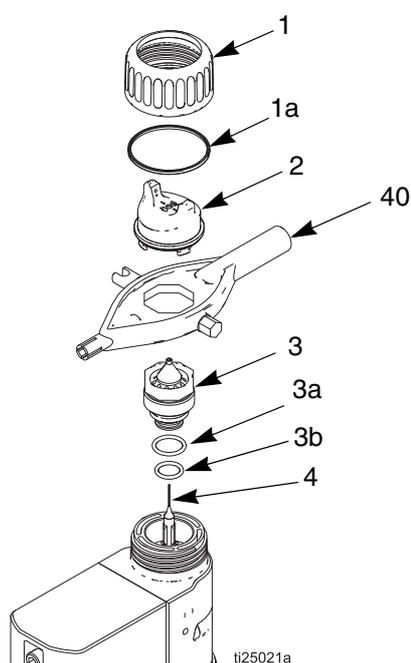

FIG. 29. Sostituzione del cappello di polverizzazione/ugello
2. Rimuovere l'anello di sicurezza (1) e il cappello di polverizzazione (2). Vedere FIG. 29.